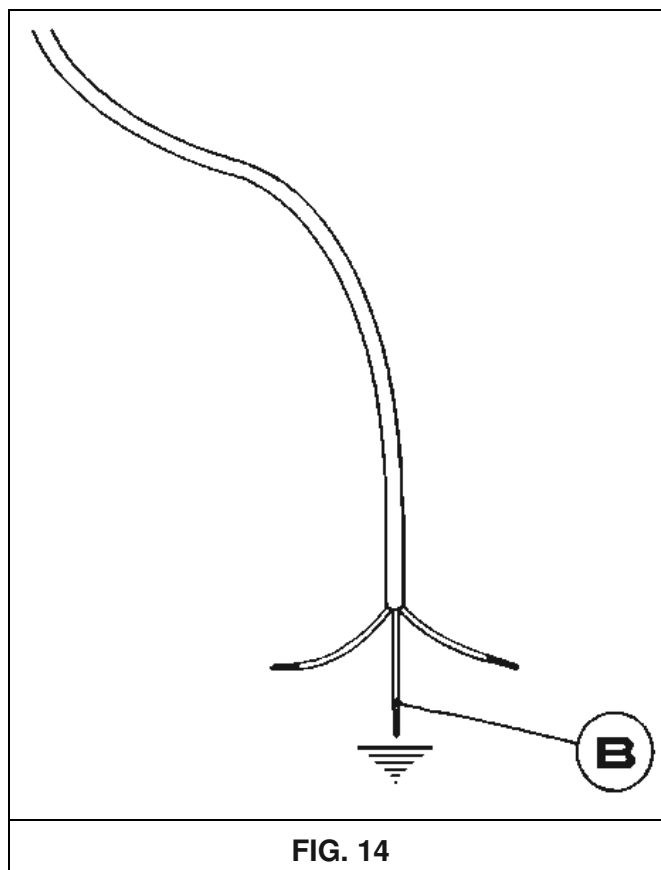

FIG. 14
En cas de remplacement du câble d'alimentation, l'installateur devra avoir le conducteur de mise à la terre (B) plus large par rapport aux conducteurs de phase (voir la fig. 14) et, aussi, il devra observer les avertissements indiqués dans le paragraphe 8.